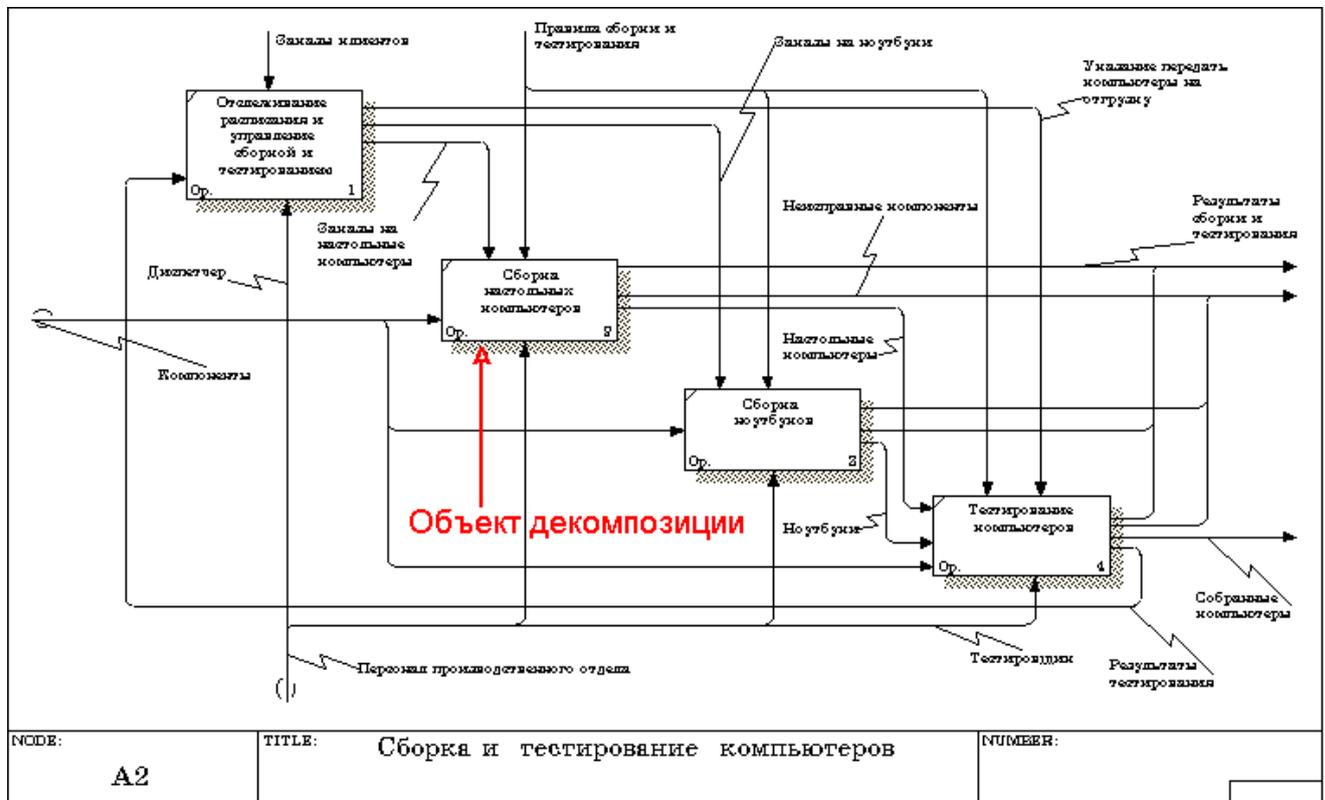

Рисунок 6.1 – Диаграмма A2 с объектом декомпозиции
- 1 Перейдите на диаграмму A2 и декомпозируйте работу "Сборка настольных компьютеров" (рисунок 6.1).